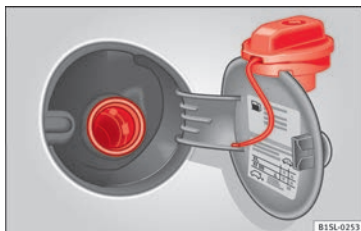

Fig. 103 Sportellino del serbatoio del carburante aperto e utilizzato come supporto per il tappo.
- Estrarre il tappo del serbatoio svitandolo in senso antiorario e agganciarlo al bordo superiore »»» **fig. 103**.